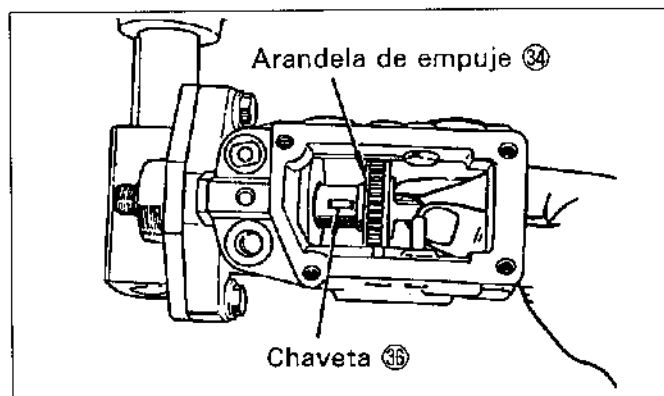

Figura.14-9 Instalación del eje impulsor
(2) Instale la arandela de empuje ③④ en el eje de impulsión y coloque la chaveta del torno de la bomba de alimentación ③⑤ en la ranura de la chaveta con bastante grasa. Con la envoltura de la bomba en posición horizontal, inserte el eje de impulsión, teniendo cuidado de no desplazar la chaveta al entrar en el rotor. (Vea la figura.14-9)